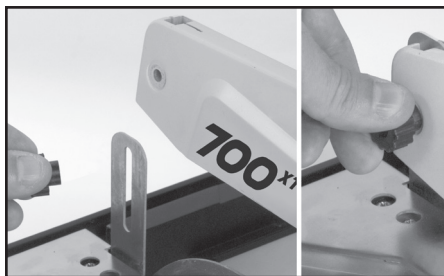

FIGURE 7
5. Glisser l'arrière du protecteur de lame vers le bas au-dessus du support du protecteur (voir FIGURE 7).
6. Remplacer le bouton dans le protecteur de lame, tout en veillant à garder le boulon sur la droite en place, puis serrer (voir FIGURE 7).